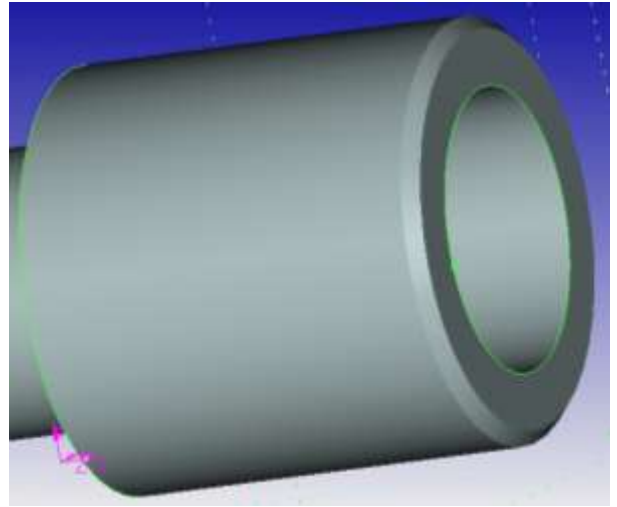

Рис. 4. Создание фаски
10. Поверните деталь вперед вырезом $D3$. Выполните операцию **Сглаживание** (рис. 4), указав грань цилиндра диаметром $D1$ и выбрав в окне параметров команду **Фаска (длина-угол)** с параметрами фаски: длина = 2 мм, угол = 45° .